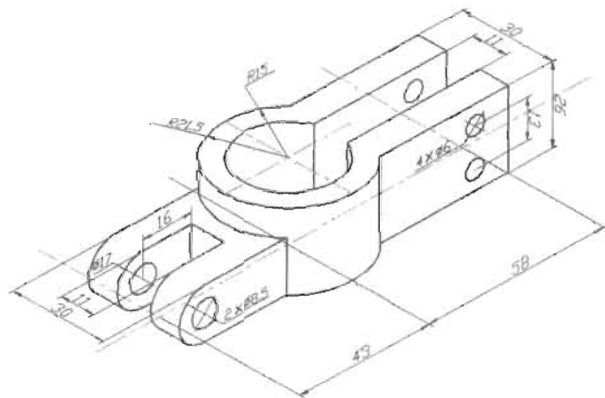

图 11-86
(4) 由于等轴测圆不是真正的圆, 所以不能用半径或直径标注命令, 这里可以使用引线标注绘制箭头, 再手动输入圆的半径和直径, 最终效果如图 11-86 所示。